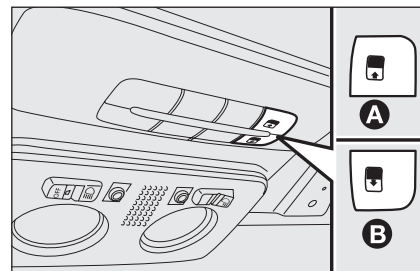

fig. 77
Para cerrarla, realice el procedimiento inverso. El techo practicable sólo funciona con la llave de contacto en la posición **MAR**. Los mandos **A** y **B** fig. 77 situados en el salpicadero correspondiente cerca de las luces interiores delanteras controlan las funciones de apertura/cierre del techo practicable.
Pulse el botón **B**-fig. 77 y manténgalo pulsado, el panel de vidrio delantero pasará a posición “spoiler”; pulse de nuevo el botón **B** y, actuando en el mando durante más de medio segundo, comienza a moverse el cristal del techo y continúa automáticamente hasta alcanzar una posición intermedia (posición “Comfort”).
Desde la posición de apertura completa, pulse el botón **A**-fig. 77 y, si se actúa en el botón durante más de medio segundo, el cristal delantero del techo pasará automáticamente a posición intermedia (posición “Comfort”).
- ☐ pulse el botón **A**-fig. 77 hasta que se cierre completamente el techo. Suelte el botón;